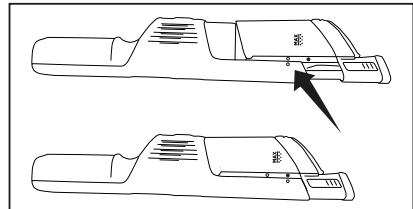

Fig. 6
4. Alinee el cartucho del filtro con el depósito de polvo y deslícelo en su lugar (Fig. 6).
5. Alinee las flechas en el depósito de polvo y la aspiradora (Fig. 6), y luego deslícelo hasta que encaje en su lugar.